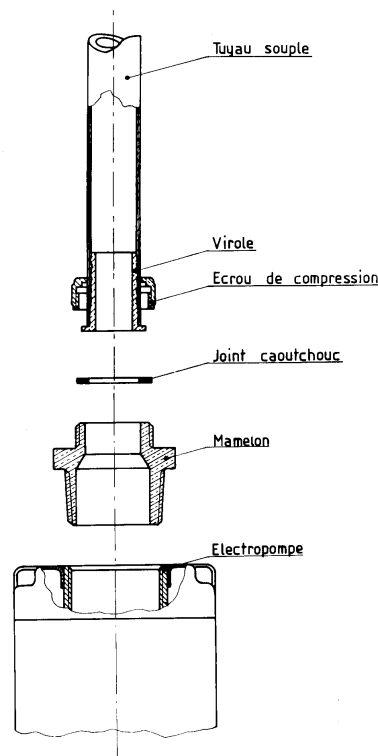

fig.3
- Raccorder le tuyau de refoulement sur le mamelon. Visser le raccord, en s'assurant de sa bonne étanchéité. Pour cela, le joint caoutchouc doit être bien comprimé (fig.3).